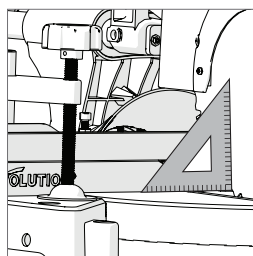

Abb. 13
- Stellen Sie das Zeichendreieck auf den Tisch, wobei ein kurzes Ende auf dem Tisch und das andere kurze Ende am Sägeblatt anliegt (nicht an den TCT-Spitzen). (**Abb. 13**)